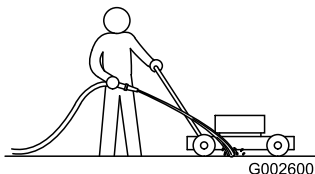

Bild 35
3. Lassen Sie den Motor bei eingekuppeltem Messer laufen und sprühen Sie Wasser vor das **rechte** Hinterrad (Bild 35).